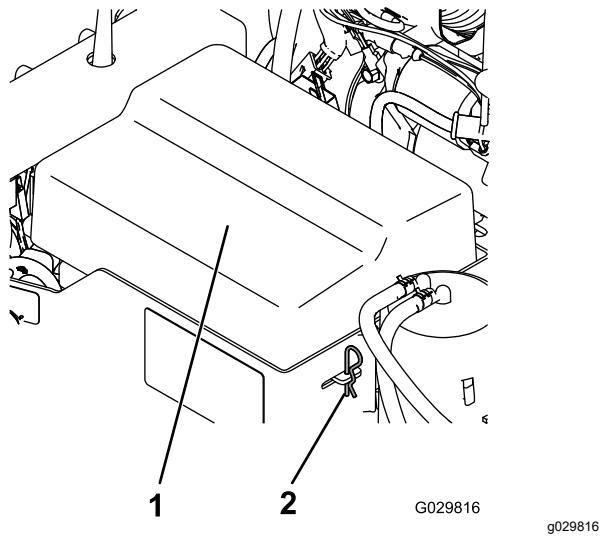

Рисунок 3
- Снимите зажимы, которые крепят крышку аккумулятора к коробке аккумулятора (Рисунок 3).